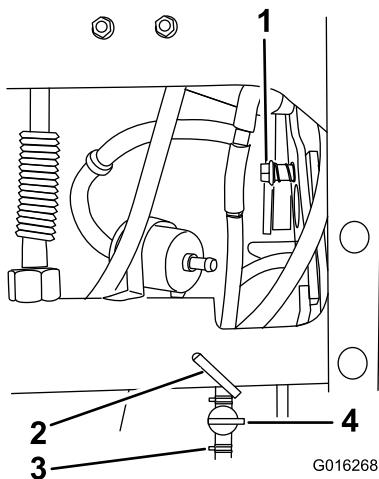

Figure 25
4. Montez le flexible et le collier sur le robinet d'arrivée de carburant et fixez le flexible à la machine avec un serre-câble en plastique (Figure 25).
5. Posez le boulon à épaulement et le ressort de compression de la poignée de levage du plateau (Figure 25).